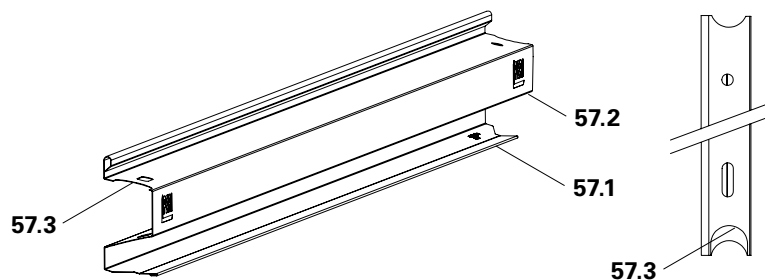

Abb. A3.09
3. Bordblech UPY (57) von der Gerüstaußenseite, zuerst **links** einsetzen. Großer Rohrausschnitt (57.3) liegt links. (Abb. A3.09)
3. Bordblech UPY (57) von der Gerüstaußenseite zuerst **links** einsetzen. Großer Rohrausschnitt (57.3) liegt links. (Abb. A3.09)
5. Bordblech UPY (57) auf Außenrohr aufsetzen und gleichzeitig in den Trapezkasten (57.2) des Bordblechs im geraden Feld einlegen.